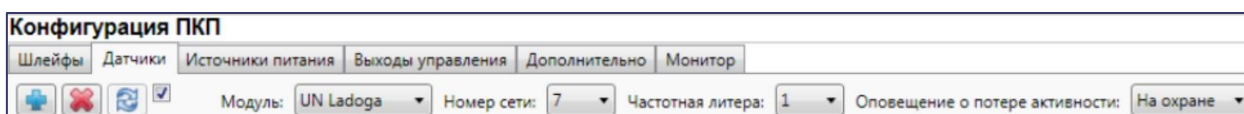

Рис. 5.32. Вкладка датчики (основные параметры радиосистемы *Ладога-РК*)
В верхней части вкладки *Датчики* (Рис. 5.32) осуществляется выбор радиосистемы с помощью раскрывающегося списка *Модуль*. В списке выберите модуль UN Ladoga и дождитесь, пока программа *Конфигуратор Профессионал* запишет модуль расширения в конфигурацию контроллера.
Далее верхней части вкладки *Датчики* (Рис. 5.32) задайте следующие параметры радиосистемы *Ладога-РК*:
1. На вкладке *Датчики* нажмите кнопку  (см. Рис. 5.32).